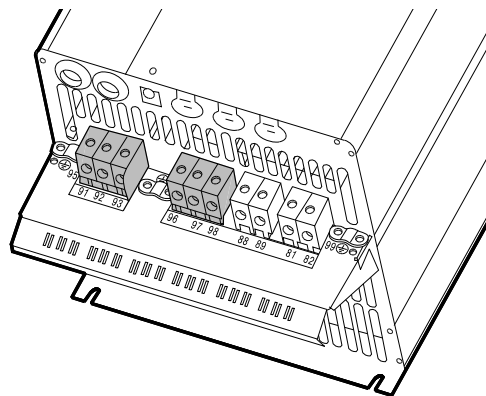

Рис. 19 Подключение питания и двигателя, С3
1. Подключите заземляющий провод к клемме 95 (PE). См. рис. 19 и 20.
1. Подключите заземляющий провод к клемме 99 (PE). См. рис. 19 и 20.
2. Подключите провода двигателя к клеммам 96 (U), 97 (V), 98 (W).